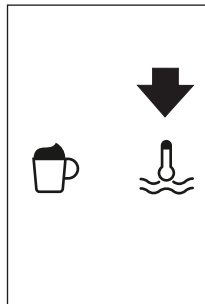

Fig. 27
- ▶ Apăsați pe pictograma  (B13) (Fig. 27).